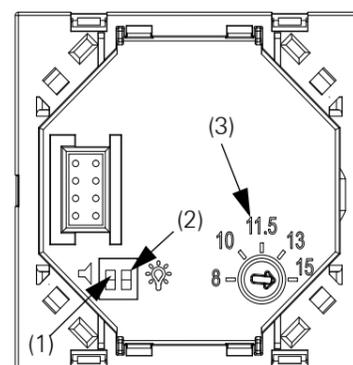

Fig. 4: Module rapporté d'appareil (face arrière)
- Avant d'enficher le module rapporté d'appareil avec le cadre de finition sur le module encastré, effectuer éventuellement des réglages sur le module de mesure (module rapporté d'appareil), voir chapitre "Réglages", Fig. 4.
Afin de pouvoir effectuer des réglages sur l'appareil, le module rapporté d'appareil doit être retiré du module encastré. A la face arrière du module rapporté d'appareil se trouvent alors les possibilités de réglage, voir Fig. 4.